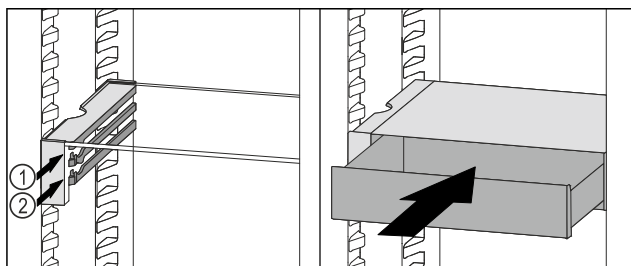

Fig. 99
- ▶ Установите выдвижной ящик VarioSafe за стопоры на требуемый выступ Fig. 99 (1) или Fig. 99 (2).